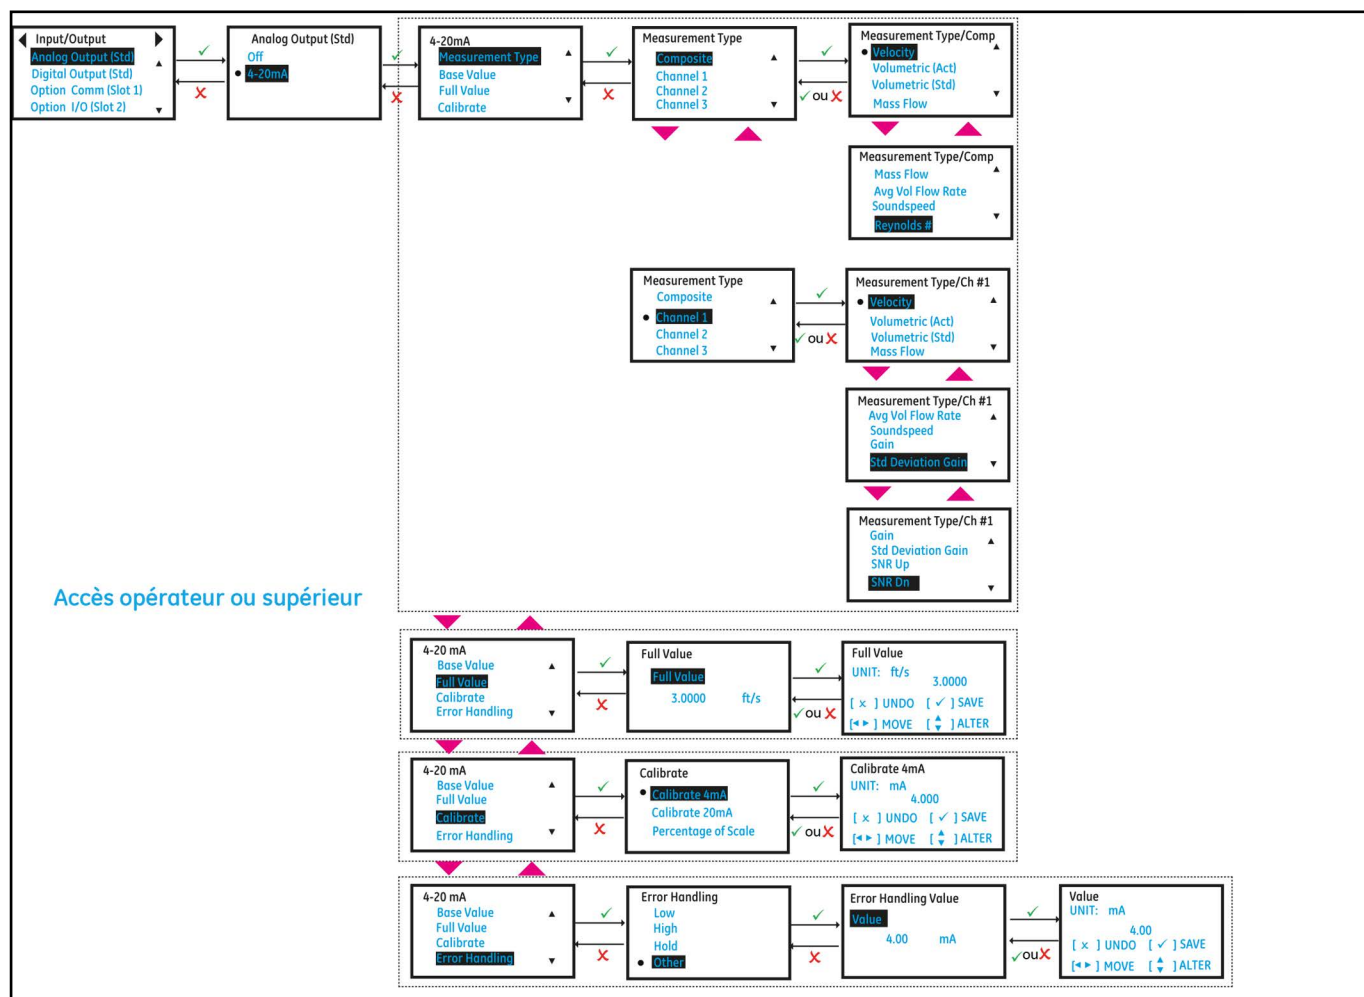
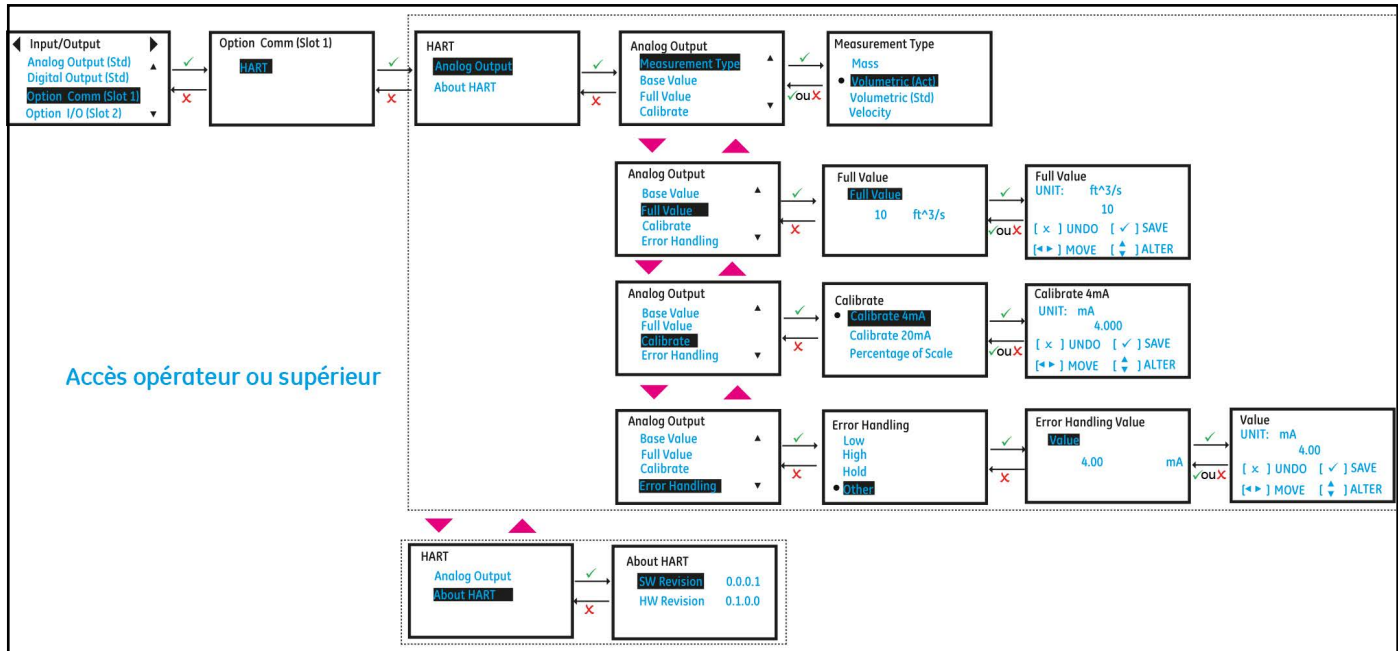

Figure 31 : Configuration de la sortie analogique
Figure 35 : Emplacement d'option 1 configuré en HART
3. Si vous connectez une sortie analogique, choisissez l'option 4-20 mA. Vous trouverez dans la Figure 31 ci-dessous les options disponibles.
2. Vous pouvez configurer *Analog Output* (Sortie analogique) avec l'option HART. Se référer à la Figure 35 et à la Figure 31.